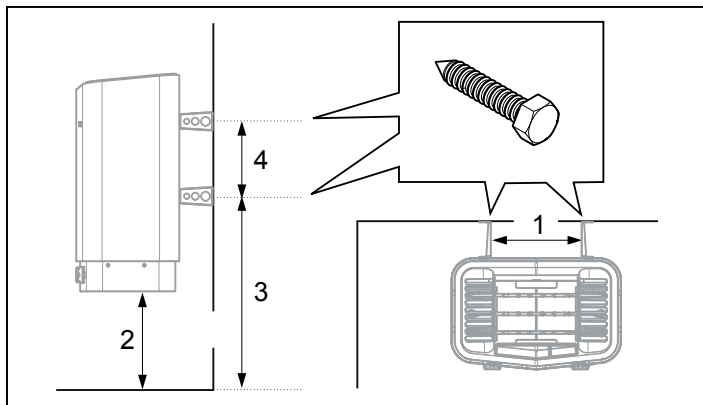

Fig 13: Måttsättning
7. Placera konsolskruvarna enligt måttättning se Fig 13.